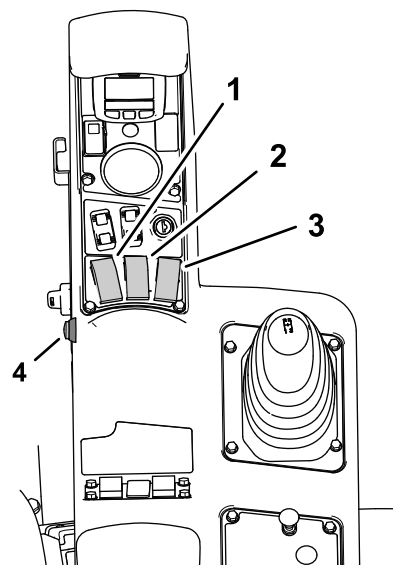
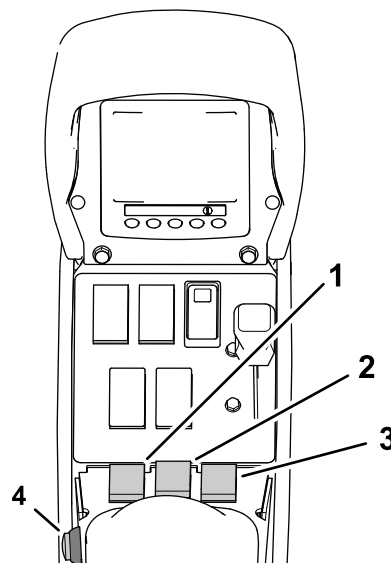

Figura 162
Figura 163
9. Ponga los 3 interruptores de sección (situados en la consola de control de la máquina) en la posición ACTIVADO (Figura 162 y Figura 163).